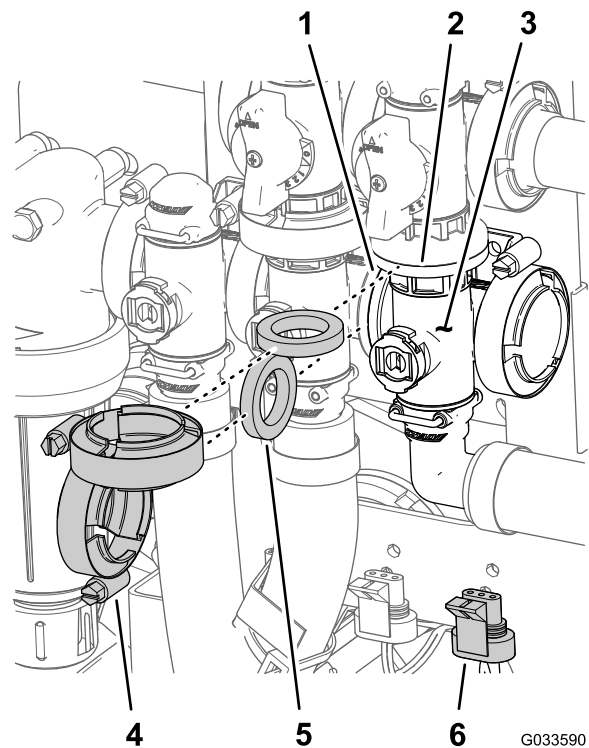

Bild 117
- Entfernen Sie die Flanschklemmen und Dichtungen, mit denen der Verteiler für das Hauptauslegerventil (Bild 117) am Sicherheitsventil des Hauptauslegers, am Rührwerkventil und am 90°-Flanschkrümmer (am Ende des Schlauchs für das Durchflussmessgerät) befestigt ist.